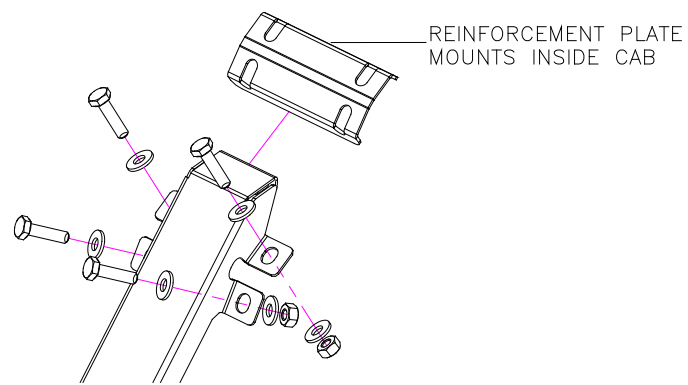

Fig. 3
9. Aplique una generosa cantidad de silicón a los agujeros para asegurar un buen sello contra agua e instale los soportes marcados "DOB" (lado del piloto) y "POB" (lado del pasajero) en los lugares originales OEM con las "IBSYM" placas de refuerzo en el lado interno de la cabina usando los tornillos provistos de 1/4-20x1.25", arandelas y tuercas. (Fig. 3). No apriete los accesorios por completo ya que se necesita algún tipo de movimiento.